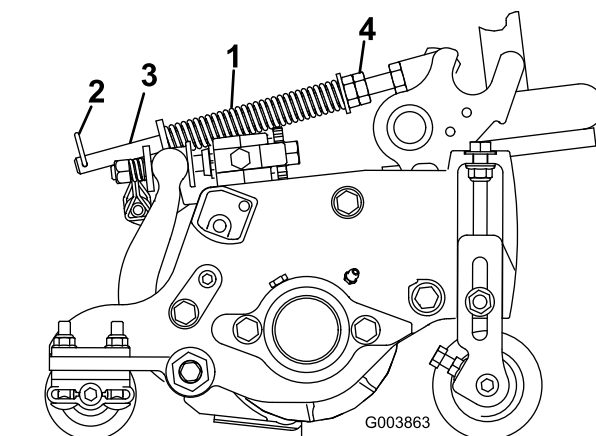

Figura 21
1. Verificate che la coppiglia sia montata nel foro posteriore dell'asta della molla (Figura 21).
2. Serrate i dadi esagonali sul lato anteriore dell'asta della molla, finché la lunghezza compressa della molla non è di 15,9 cm (Figura 21).